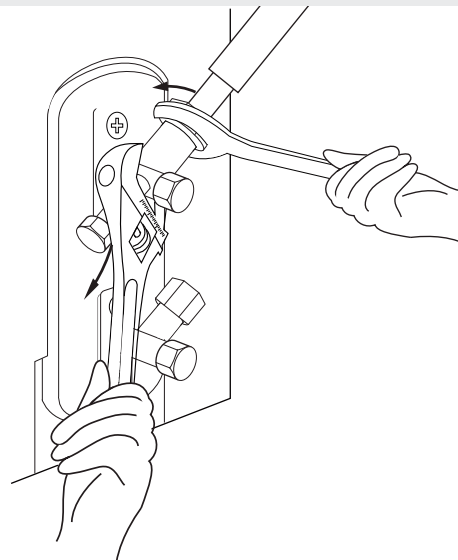

**Fig. 6.9**
1. Deșurubați capacul supapei ceva din lateralul unității exterioare (consultați **Fig. 6.9**).